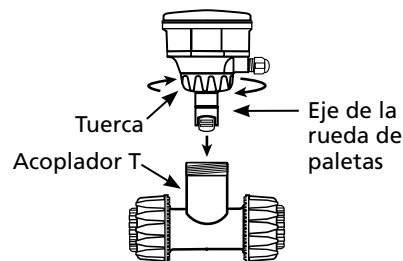

Figura 9
del motor y la bomba (consulte la Figura 9). Consulte la lista de partes en la página 10.
- Los elementos electrónicos del sensor de flujo pueden instalarse fácilmente en la cámara de flujo utilizando un sistema de accesorios especialmente diseñados (Figura 9).
en el acoplador T (Figura 9).
4. Gire la tuerca hacia la derecha para apretarla (Figura 9).